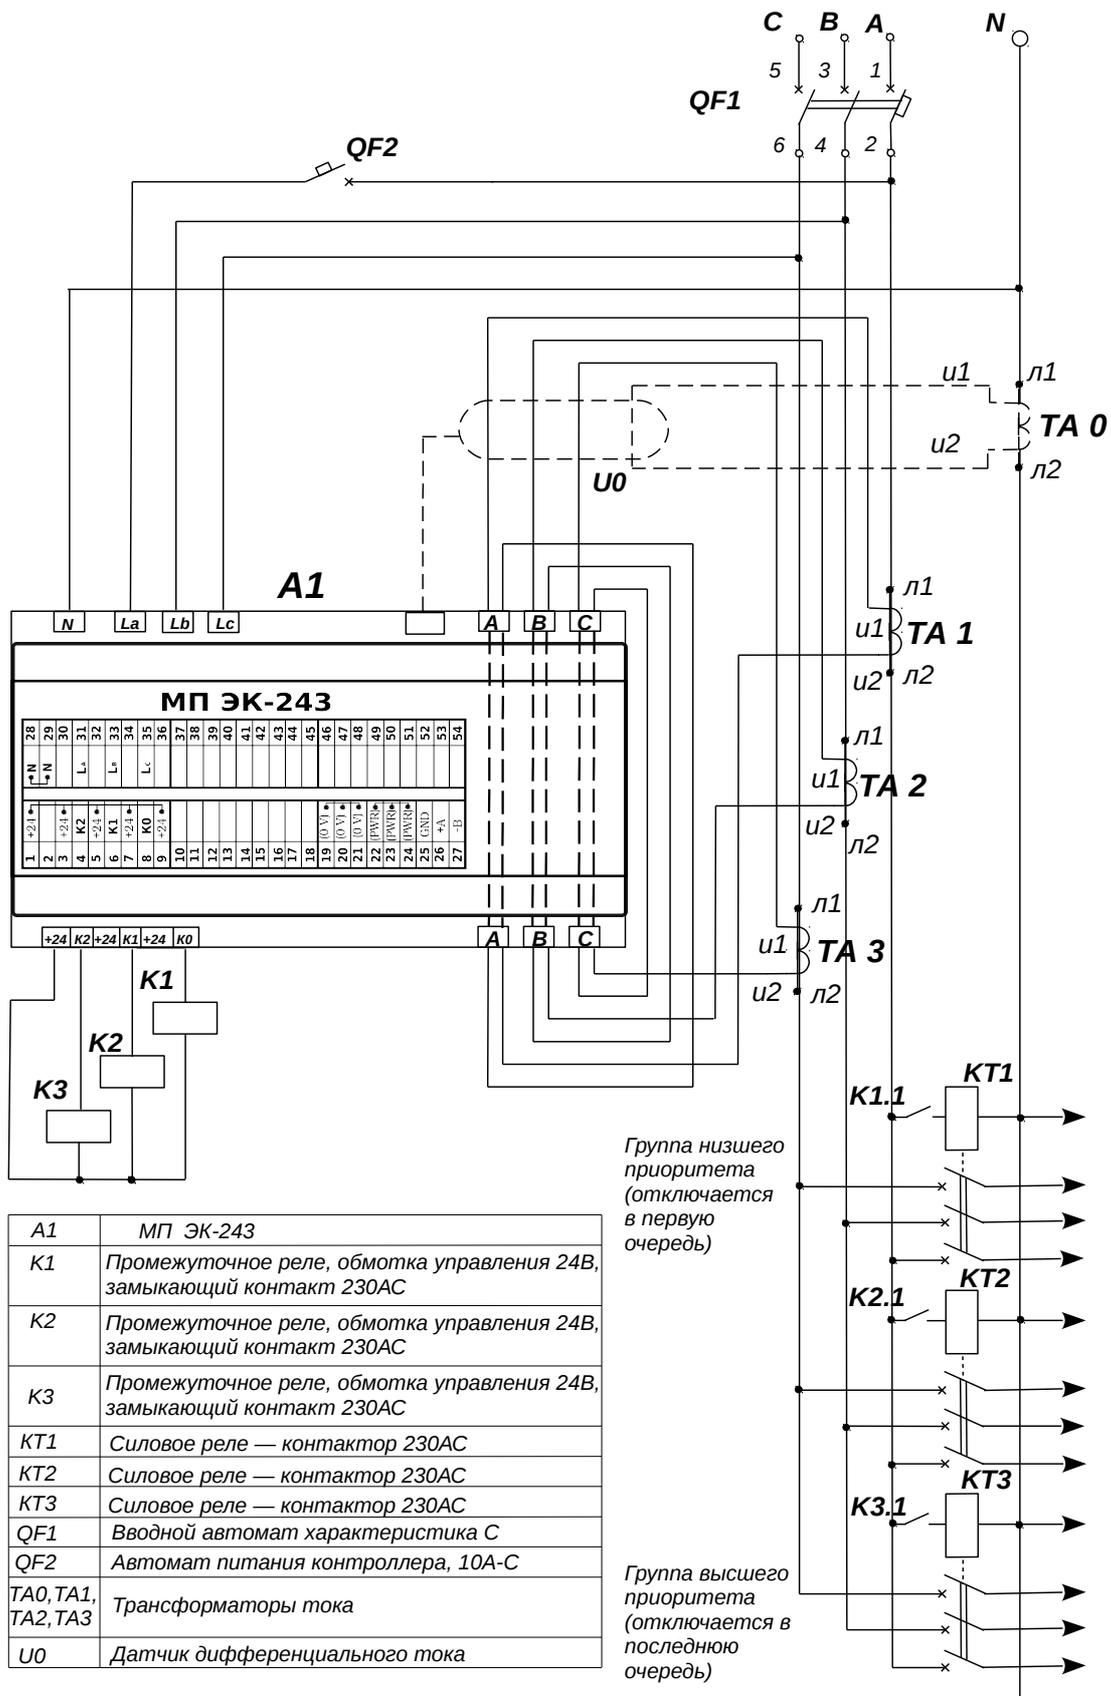

Рисунок 2 Рекомендуемая электрическая схема приоритетного распределения мощности и защиты сети с МП ЭК-243 (трансформаторное включение).
7.1.2 Трансформаторное включение МП ЭК-243 предназначено для номинальных токов потребителя более 63 А и выделенной мощности более 31.2 кВт (рисунок 2). Для трансформаторов тока с номинальным вторичным током 5А необходимо, чтобы вторичные обмотки трансформаторов тока прошли сквозь токовые вводы А, А; В, В; С, С не менее 6 раз ( $w = 6$ ). Для приведения показаний МП ЭК-243 к первичному току трансформаторов тока, требуется установить « $K_f$ » в значение: